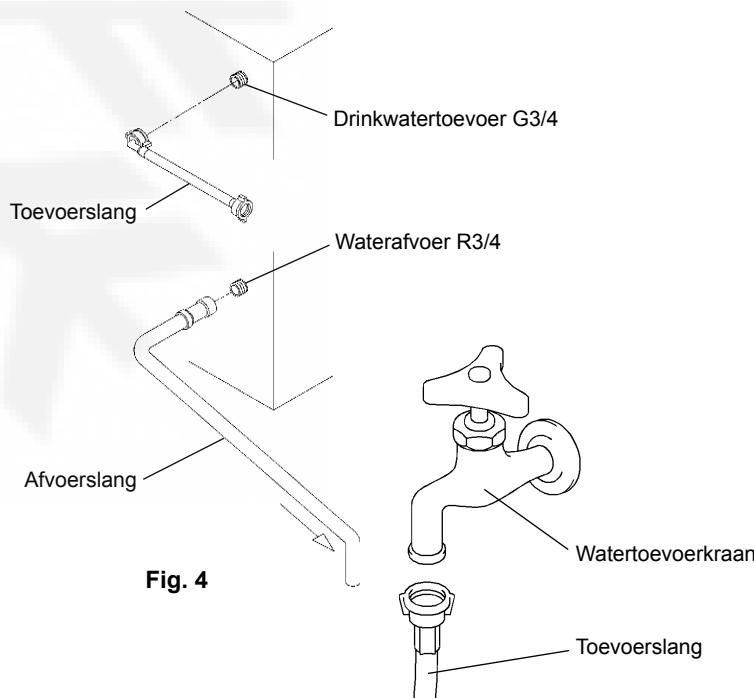

Fig. 4
- 1) Bevestig het gebogen uiteinde van de witte buigzame toevoerslang (accessoire) aan de G3/4 aansluiting op de achterkant van de ijsblokjesdispenser, zoals aangegeven (fig. 4). Zorg er daarbij voor dat de rubber afdichtingsring goed is aangebracht. Voorkom lekkage door de aansluiting handvast aan te draaien.
- 3) Draai de grijze buigzame buis (accessoire) handvast aan op de R3/4 aansluiting op de achterkant van de ijsblokjesdispenser zoals aangegeven (fig. 4). Zorg er daarbij voor dat de rubber afdichtingsring goed is aangebracht voor een lekvrije aansluiting. De slang kan zonodig op lengte worden gesneden voor een passende aansluiting op de hoofdafvoer.